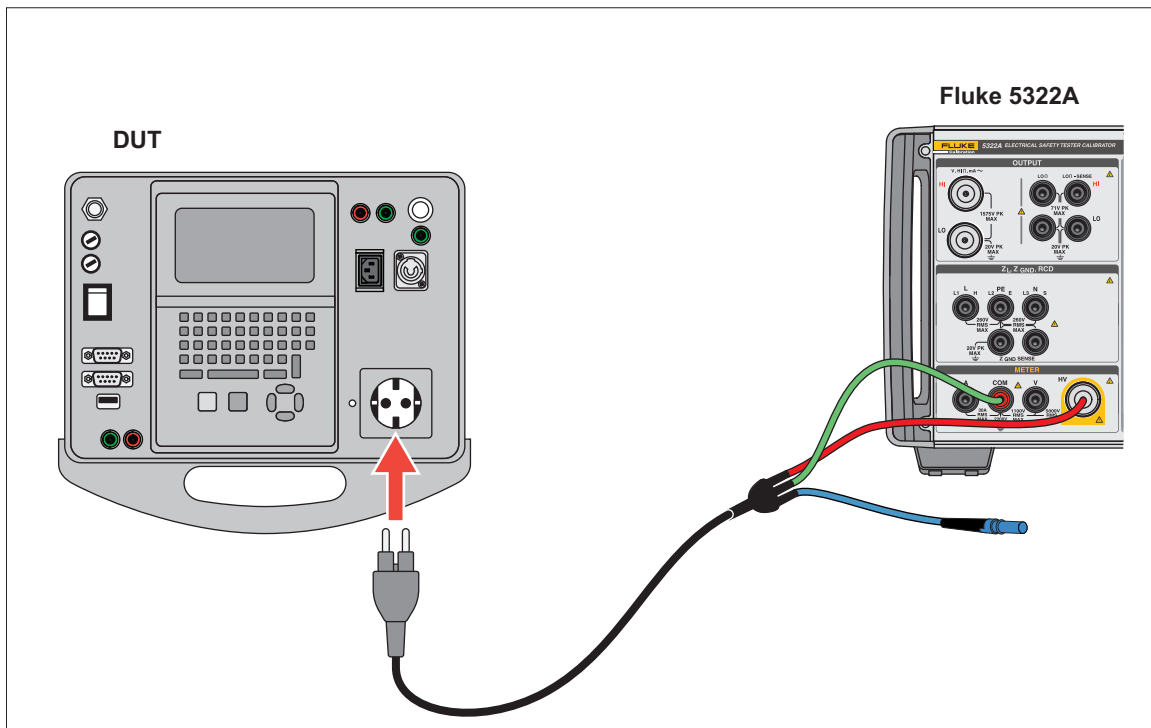

Abbildung 57. Spannungsmessung bei Flash-Prüfung auf Klasse I
3. Schließen Sie das DUT wie in Abbildung 57 dargestellt an das Produkt an.